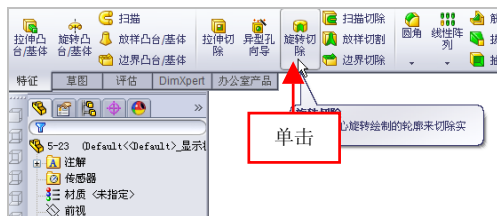

图 5-24 单击【旋转切除】按钮
(2) 在【特征】选项卡中，单击【旋转切除】按钮，如图 5-24 所示。